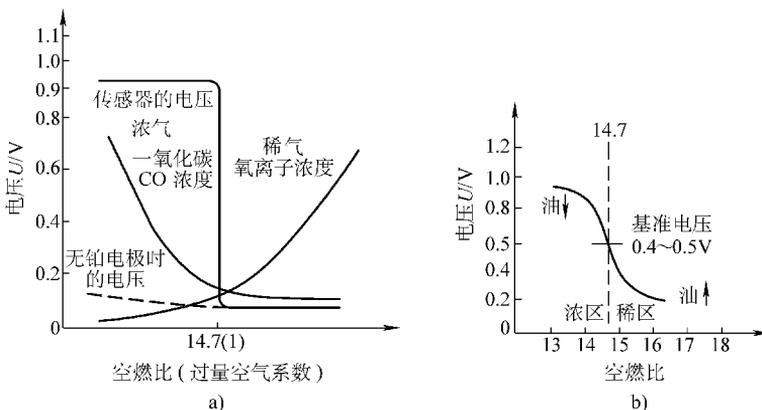

图 4-3 二氧化锆型氧传感器工作原理示意图
(1) 二氧化锆型氧传感器的工作原理 氧传感器能否正常工作，关系到排放控制和燃油消耗及输出功率。二氧化锆型氧传感器的核心元件是氧化锆陶瓷材料，在它的表面有两个白金电极。其内侧与大气相通，外侧与尾气相通，由于尾气和空气中氧气浓度的差，使两个电极间产生电压。浓度差越大，产生电压越高。二氧化锆型氧传感器工作原理见图 4-3。